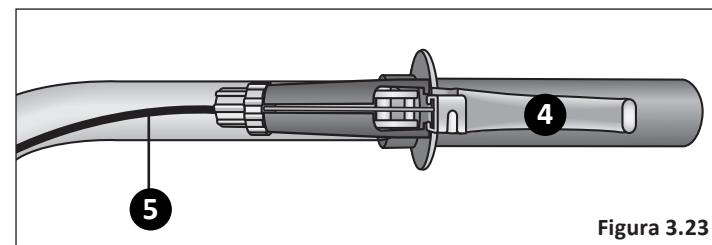

Figura 3.23
- 4 Suelte la maneta de freno. **Figura 3.23**